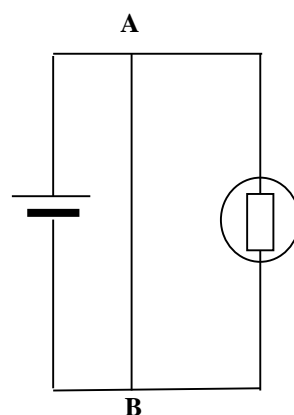

Fig 6.2 Schéma électrique
- **Modélisation** : schéma électrique d'une situation de court-circuit (Voir Fig 6.2)